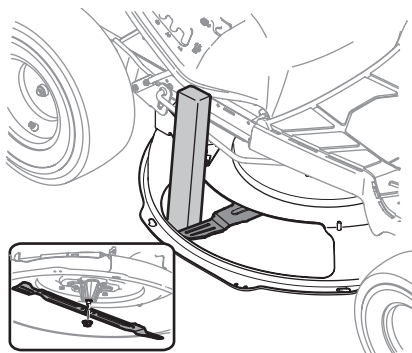

Figura 38
2. Usar un bloque de madera al menos 2" x 4" (51 mm x 102 mm), insértelo dentro de la abertura de la plataforma y haga girar la cuchilla hasta que la madera haga cuña entre la abertura de la plataforma y la cuchilla de corte, como se indica en la Figura 38.
3. Extraiga la tuerca de brida hexagonal que asegura la cuchilla al montaje del husillo. Vea el recuadro de la Figura 38.